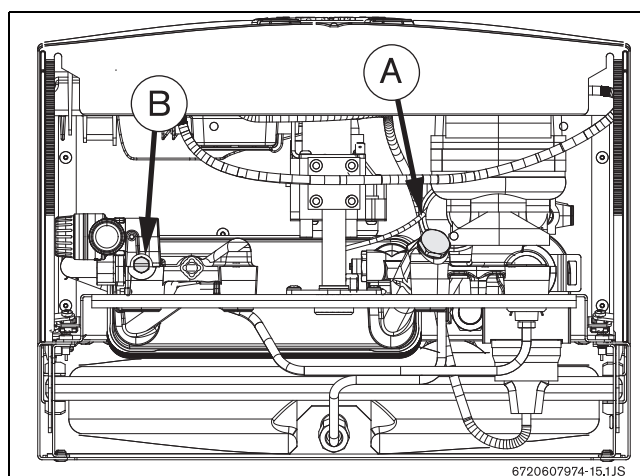

Рис. 32
- Снять крышку (Рис. 32, поз. А).
- Отвинтить сливной винт (Рис. 32, поз. В).